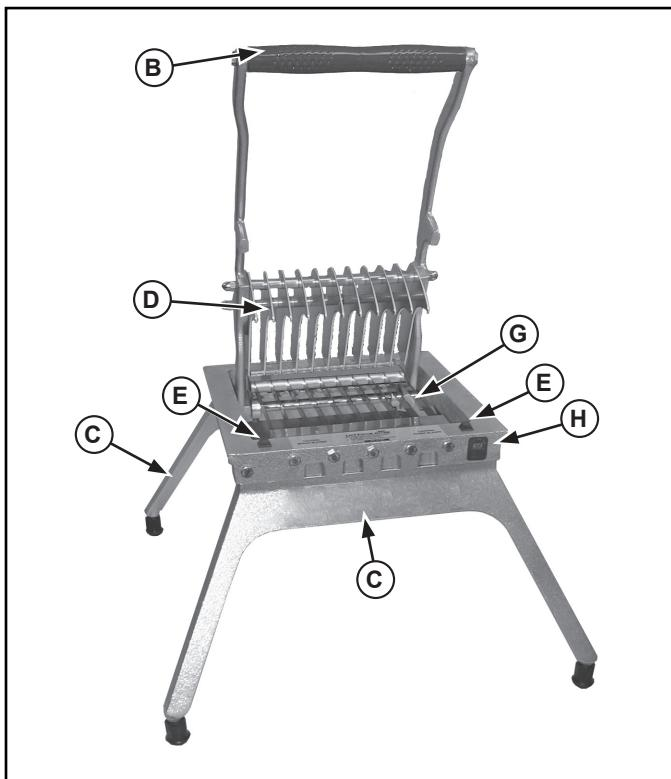

Figura 1. Características y controles, Lettuce King I.
6. **Lettuce King I:** Quite la mano del área del conjunto de hojas (G) y colóquela en la pata (C). Consulte la Figura 1.
4. Verifique que los topes (E) estén instalados. Si faltan, llimpie la superficie e instale la o las protecciones bloqueadoras de las hojas. Consulte la Figura 1.
5. Retire los tornillos que sostienen el conjunto de hojas (T). Retire y deseche cuidadosamente el conjunto de hojas. Consulte la vista detallada y la lista de piezas.
6. Inspeccione los dedos de empuje (J). Si están mellados o presentan rebabas, alise los bordes ásperos con una lima plana pequeña. Los espacios entre los dedos deben ser uniformes. Enderece los dedos doblados.
7. Verifique que las protecciones de las hojas (V) estén instaladas en el conjunto de hojas. Consulte la Figura 1.
8. Coloque el conjunto de hojas (G) en el bastidor (H) de modo que quede correctamente asentado con el lado filoso hacia arriba. Consulte la Figura 1.
9. Instale los tornillos en el lado posterior del conjunto de hojas (G). Apriételos hasta que hagan contacto con el conjunto de la base (H). Gire el tornillo hasta que quede apretado, sin exceder el 1/2 giro o los 0.5 kg. metros (40 pulg. lbs.)
10. Coloque la arandela de goma entre el conjunto de la base (H) y el conjunto de hojas (G). Introduzca los tornillos por el bastidor y la arandela de goma en el conjunto de hojas. Gire el tornillo hasta que quede apretado, sin exceder el 1/2 giro o los 0.5 kg. metros (40 pulg. lbs.)
11. Baje lentamente el cabezal de empuje (D) hasta el conjunto de hojas (G). Si hace contacto, es posible que deba ajustarse el cabezal del empuje. Para ello, afloje los tornillos de fijación del collarín trabante y ubíquelos, luego ajuste los dedos del cabezal de empuje. Apriete los tornillos de fijación del collarín trabante.